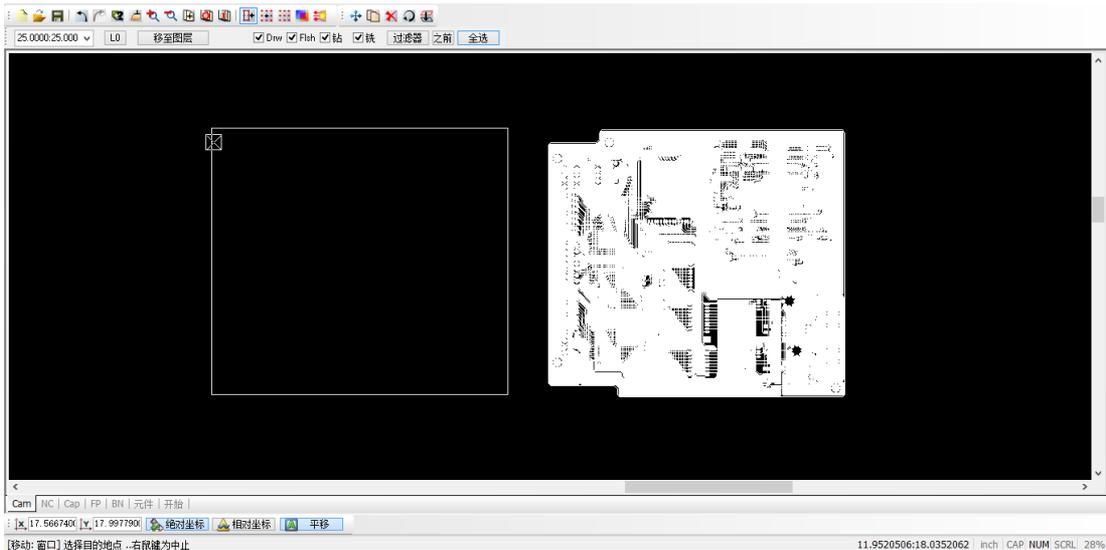

图 17-36 选择布线层作为对齐层
(10) 在图层清单中选择布线层 (随便选择一层均可), 单击  图标按钮, 则出现如图 17-36 所示的效果。